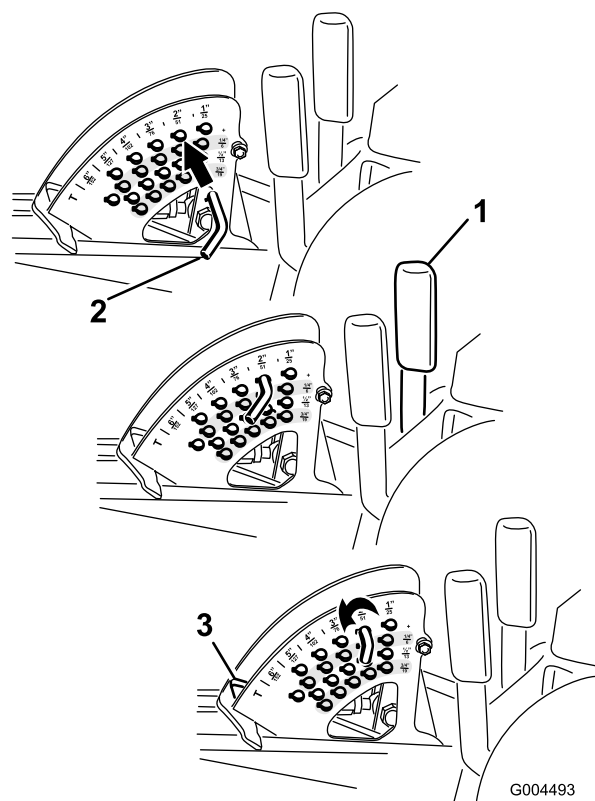

Figura 23
Nota: Para bloquear a plataforma do cortador numa posição elevada, levante a plataforma passando a posição de 15 cm, retire o pino de bloqueio da altura de corte (consulte Ajustar a Altura de Corte), e coloque o pino na posição da altura de corte de 15 cm (Figura 23).
1. Com o motor a trabalhar empurre para trás a alavanca de elevação da plataforma até que a plataforma de corte esteja completamente levantada e **solte imediatamente a alavanca** (Figura 23).
2. Para ajustar, rode o pino de bloqueio até que o pino do mesmo fique alinhado com as ranhuras nos orifícios no suporte da altura de corte e remova-o (Figura 23).
3. Seleccione um orifício, no suporte da altura de corte, que corresponda a altura de corte desejada, insira o pino e rode-o para o bloquear no lugar (Figura 23).
Nota: Existem duas filas de posições de orifícios (Figura 23). A fila de cima dá-lhe a altura de corte listada por cima do pino. A segunda fila dá-lhe a altura de corte listada mais 6 mm. A terceira fila dá-lhe a altura de corte listada mais 12 mm. A fila de baixo dá-lhe a altura de corte listada mais 18 mm. Para a posição de 15,8 cm só existe um orifício, colocado na segunda fila. Isto não acrescenta 6 mm à posição de 15,8 cm.